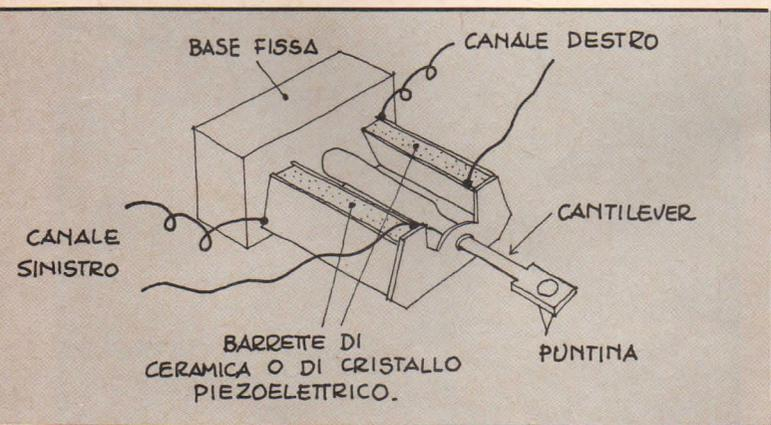

Fig. 11: Costituzione di pick-up piezoelettrico «a cristallo» o «ceramico».
1) *Pick-up piezoelettrico «a cristallo» oppure «ceramico»* (Fig. 11).